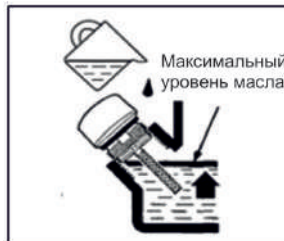

Рис. 5
3. Через маслозаливную горловитну залейте моторное масло в картер двигателя до уровня нижней кромки маслозаливной горловины (рис. 5);